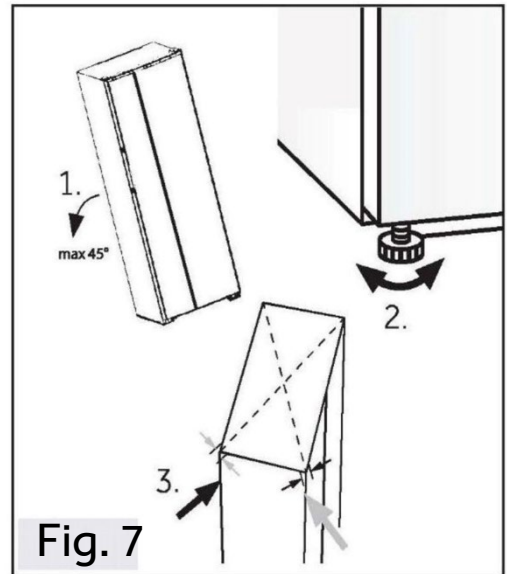

Fig. 7
1. Luta apparaten lätt bakåt (fig. 7).